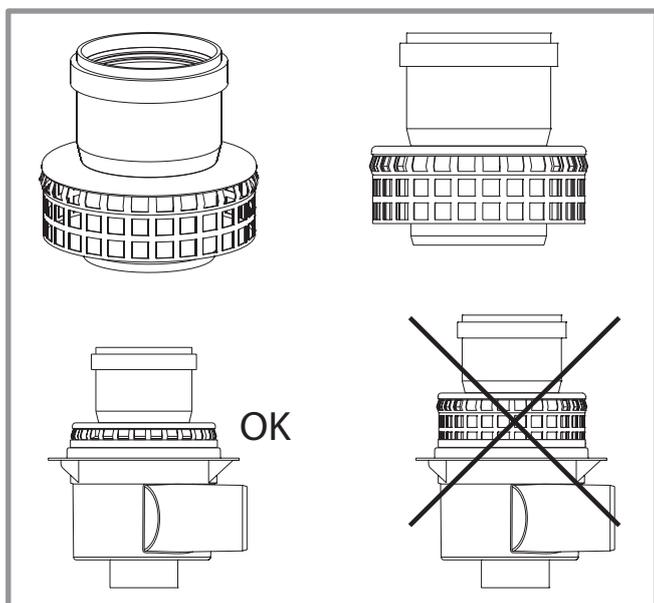

figure 11 - Montage de l'adaptateur cheminée 073295 (B23, B23P)
**Rappel : Il est obligatoire d'utiliser l'adaptateur cheminée fourni (073 295) (figure 11).**